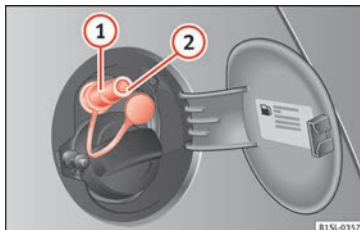

Fig. 167 Trappe à carburant ouverte : goulot de remplissage de gaz ①, serrure du goulot de remplissage ②.
- Enlevez le bouchon du goulot de remplissage de gaz » » **fig. 167** ①.